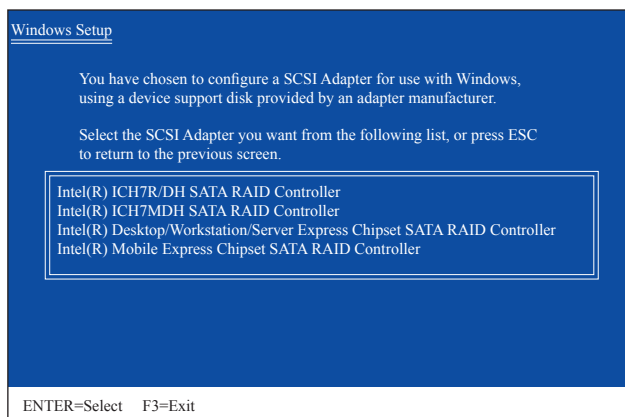

Figure 1
Insérez la disquette contenant le pilote SATA RAID/AHCI et appuyez sur <Enter>. Un menu de contrôleur, similaire à celui dans Figure 1 ci-dessous, apparaîtra. Sélectionnez **Intel(R) Desktop/Workstation/Server Express Chipset SATA RAID Controller** et appuyez sur <Entrer>. Pour le mode AHCI, utilisez la touche flèche haut du clavier pour aller sur l'élément **Intel(R) Desktop/Workstation/Server Express Chipset SATA AHCI Controller** et appuyez sur <Entrer>.